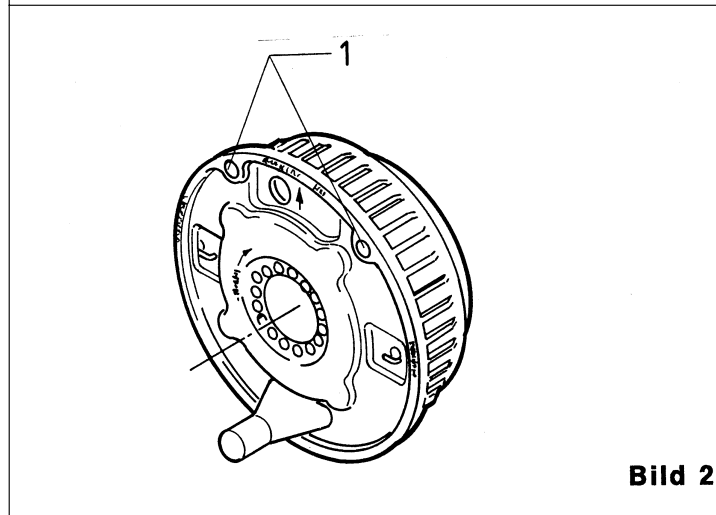

Bild 2
-inspektionshul- (fig. 2/1). Juster efter behov. Ved hyppig kørsel i bjergrige områder er anhængerbremsen udsat for et større slid. På trailere, der anvendes til erhverv, skal bremsene muligvis justeres tidligere. Vigtigt: Samtlige vedligeholdelsesarbejder skal udføres af uddannet personale på et specialværksted eller et serviceværksted.